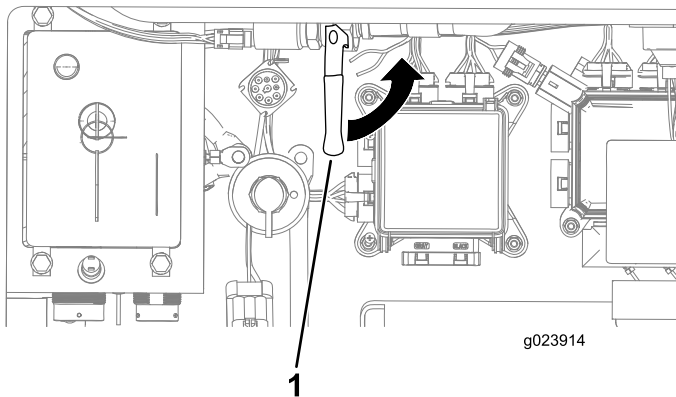

Рисунок 160
A. Откройте клапан антифриза внутри заднего отсека (Рисунок 160).
6. Закройте клапан антифриза (Рисунок 160).